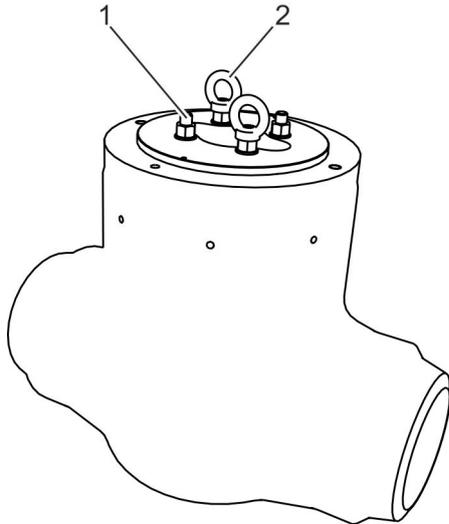

Abb. 4: Ringmutter am Verschlussdeckel befestigen
1. ➤ Mitgelieferte Ringmuttern (Abb. 4/2) auf Stiftschrauben (Abb. 4/1) des Verschlussdeckels aufschrauben.
2. ➤ Sicherstellen, dass Gewinde der Ringmuttern (Abb. 4/2) vollständig auf den Stiftschrauben (Abb. 4/1) aufgeschraubt ist.
3. ➤ Ringmuttern (Abb. 4/2) mit geeigneten Anschlagmitteln am Hebezeug befestigen.